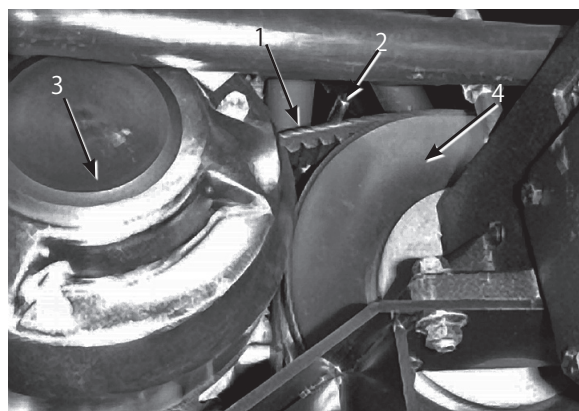

図52
1. 二次クラッチの近くにある2つのベルト・ガイド(図52)をゆるめる。
2. 二次クラッチを回しながら二次クラッチ部分でベルトを外す(図52)。
3. 一次クラッチからベルトを外す(図52)。
4. 新しいベルトを一次クラッチに掛ける(図52)。
5. 二次クラッチを回しながら二次クラッチにベルトを掛ける(図52)。